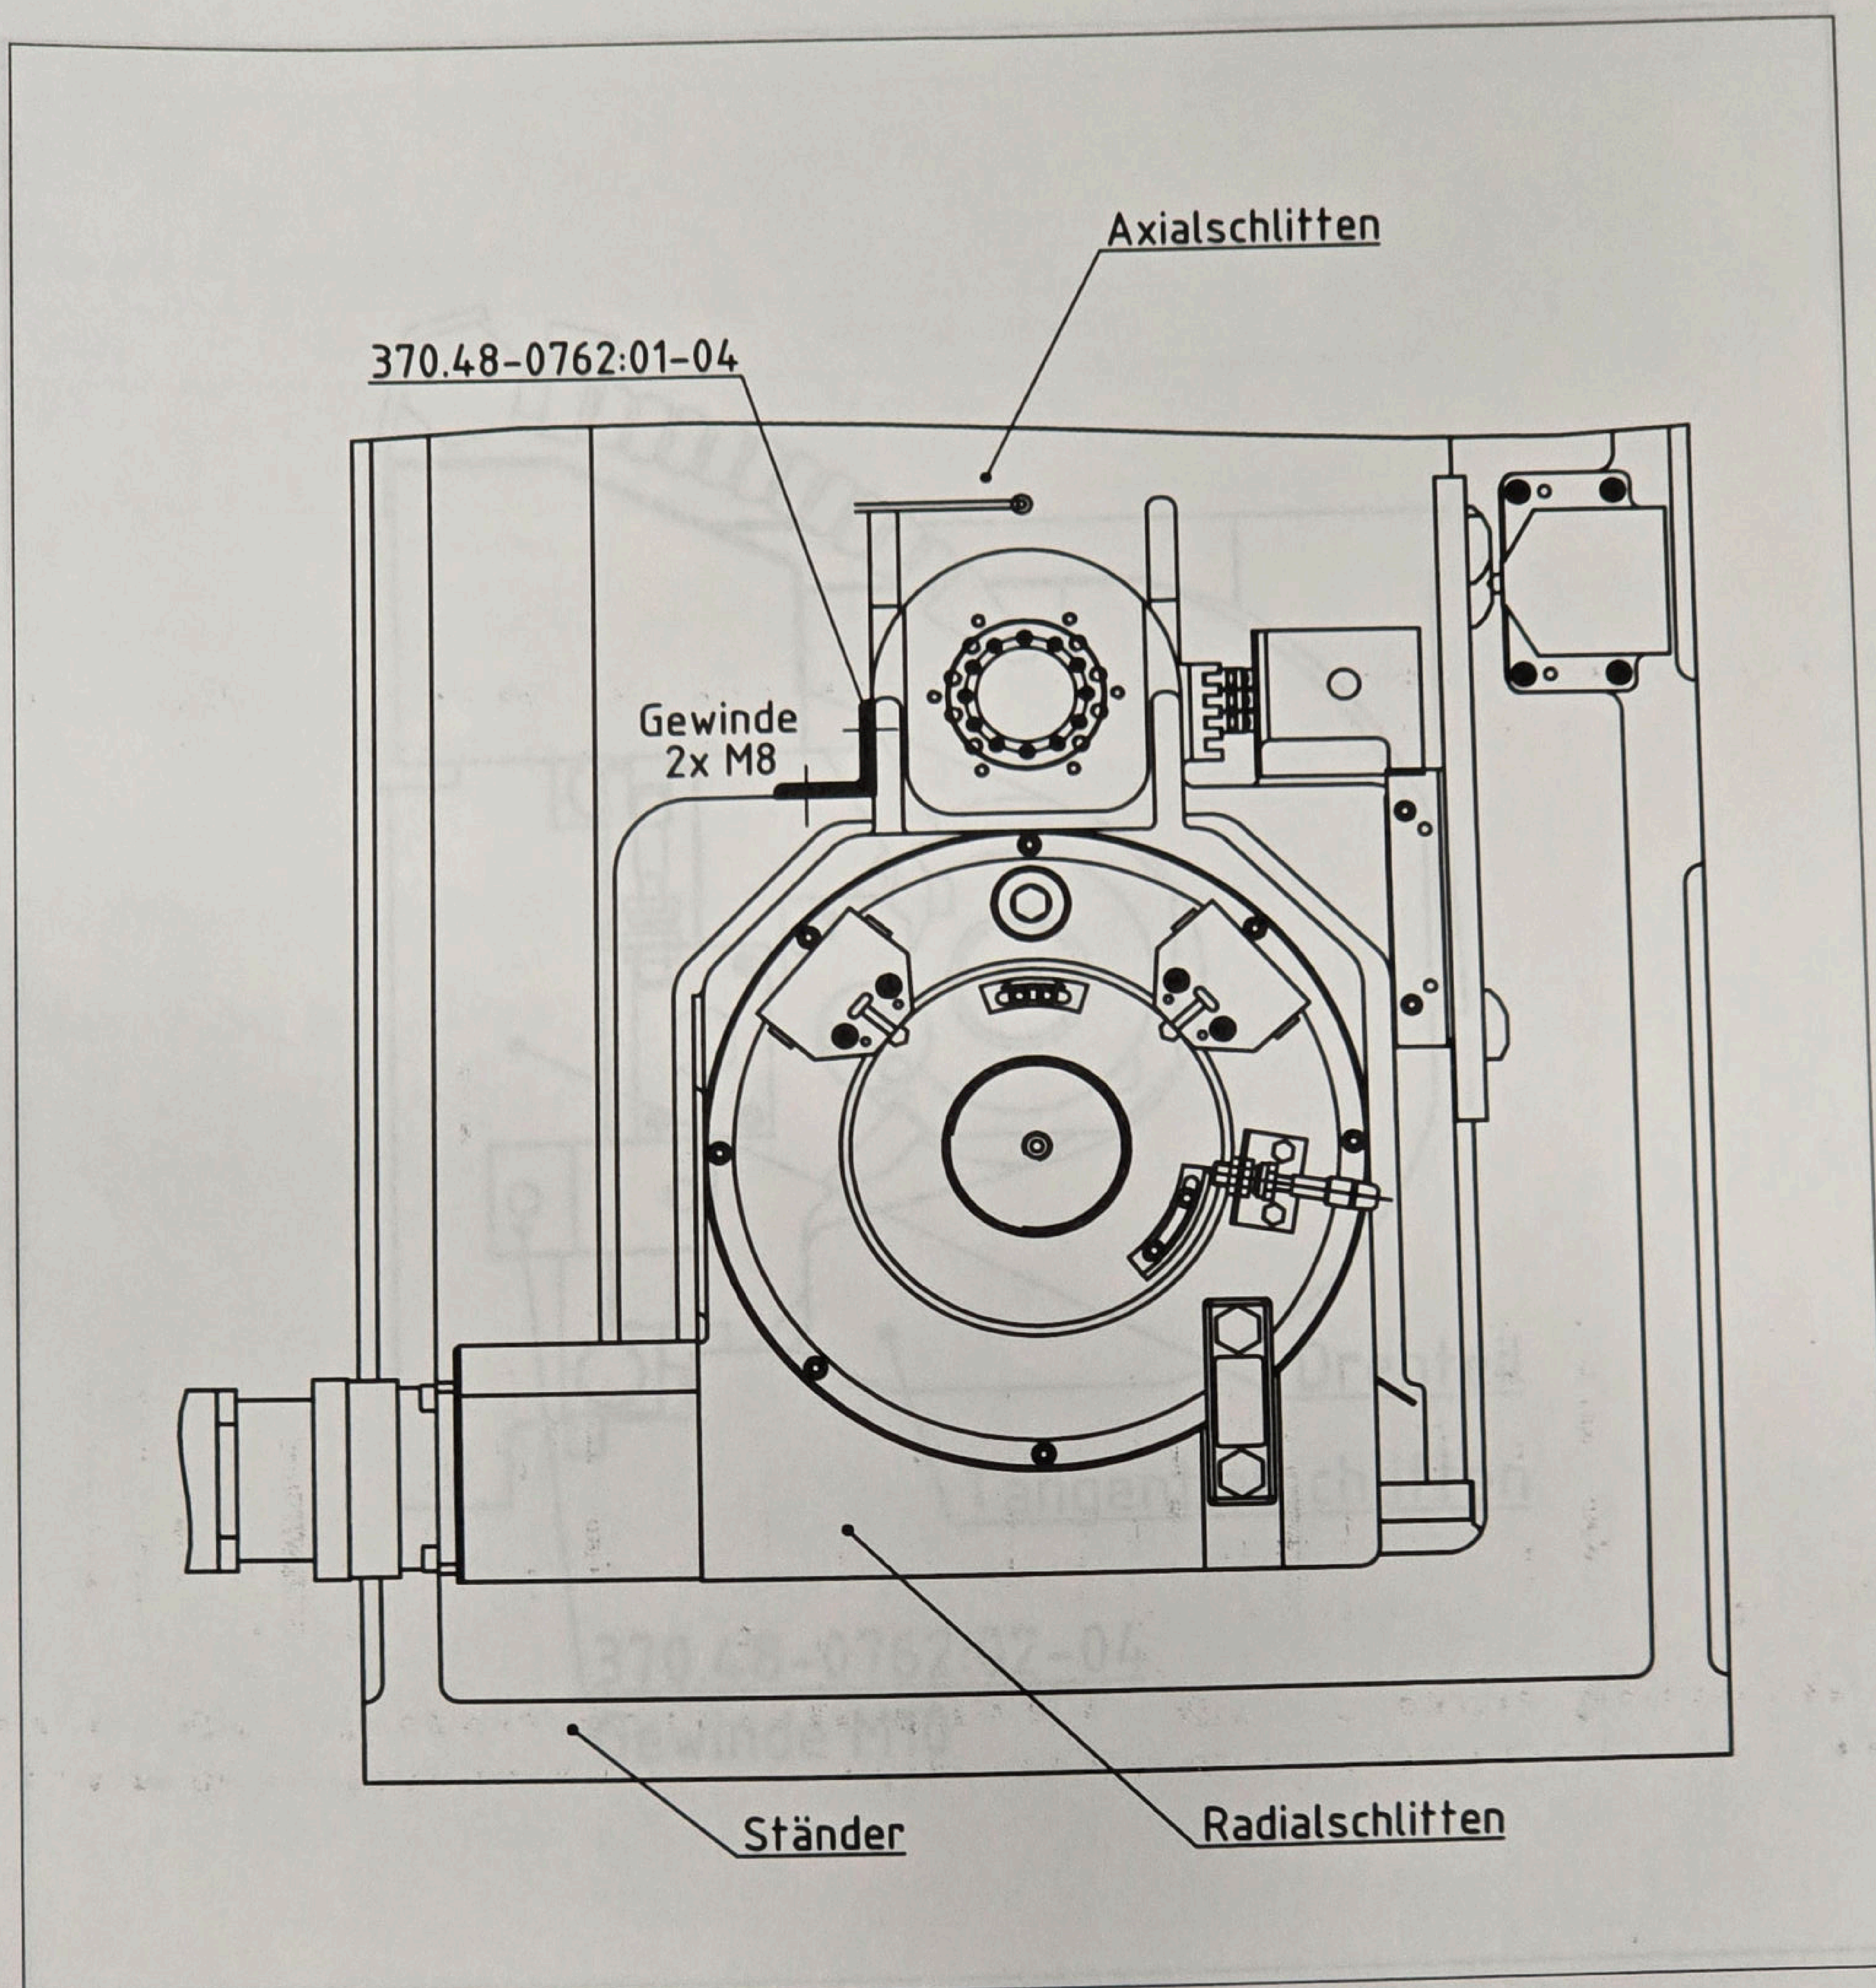

Bild 2-1: Transportsicherung des Radialschlittens
- Radialschlitten mittels **Transportsicherung** 370.48-0762:01-04 am Axialschlitten arretieren (Bild 2-1)
Der Radialschlitten ist gegenüber dem Axialschlitten mittels 4x Schraube M8 gemäß Bild 2-1 zu arretieren.